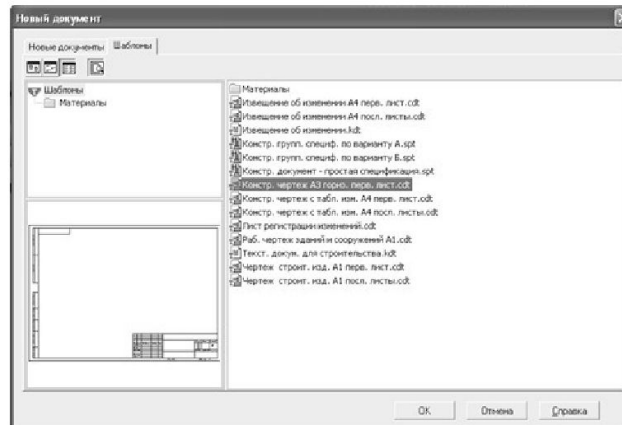

Рис.3
1. Можно просто два раза щёлкнуть левой кнопкой мышки (ЛКМ) на запускаящем ярлыке КОМПАС-3D V14. На экране появится окно Компас, затем следует щелкнуть мышью по кнопке Создать  на панели инструментов. При этом откроется новое диалоговое окно Выбор шаблона (рис. 3):